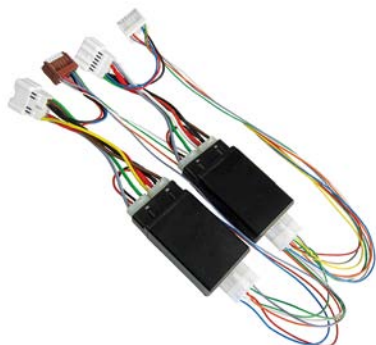

Рисунок 1. Комплект модулей МАКС-2 XRAY на 4 двери
4.1 Каждый модуль комплекта (рисунок 1) представляет собой электронное устройство, состоящее из управляющего микроконтроллера и силовых цепей коммутации нагрузки. Микроконтроллер по сигналу от охранной сигнализации или при нажатии кнопок управления стеклоподъемниками включает и выключает электродвигатели стеклоподъемников по заданному алгоритму.